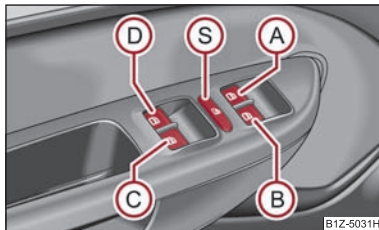

Fig. 32 Teclas en la puerta del conductor
Las teclas para las diferentes ventanillas se encuentran en el apoyabrazos de la puerta del conductor ⇒ fig. 32, puerta del acompañante y en las puertas traseras* ⇒ página 39.
Vd. puede poner fuera de servicio de las teclas en las puertas posteriores pulsando el interruptor de seguridad (S) ⇒ fig. 32. Se ponen de nuevo en funcionamiento las teclas en las puertas traseras pulsando repetidamente el conmutador de seguridad (S).
- Si se transporta niños en los asientos traseros, se recomienda poner fuera de funcionamiento los elevallunas eléctricos de las puertas traseras (conmutador de seguridad) Ⓢ ⇒ página 38, fig. 32.